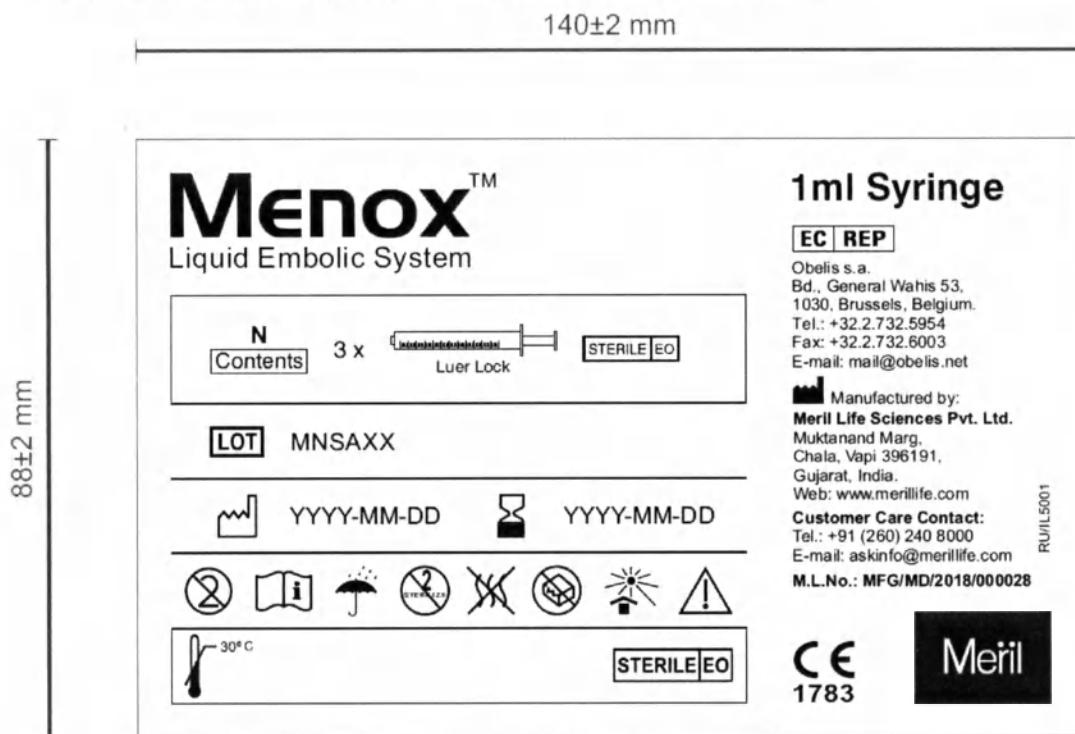

Рисунок 3: Внутренняя этикетка упаковки для шприцев
- Внутренняя этикетка (см. рис.3), наносимая на упаковку с тремя шприцами, должна содержать: